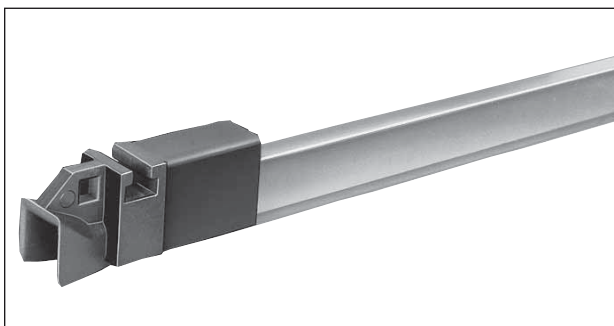

Bild 12: Überleitungsstück US 15 T
10.1. Überleitungsstücke US 15 T (Bild 12)